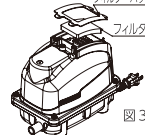

図3
- ④上ハウジングからフィルターパッキン、フィルターを取り出し、清掃してください。(図3) 汚れたフィルターは、はたいてゴミやホコリを十分に落としてください。よごれのひどい時は中性洗剤で洗い落とし、水で十分すすいだ後、日陰で乾燥させてご使用ください。